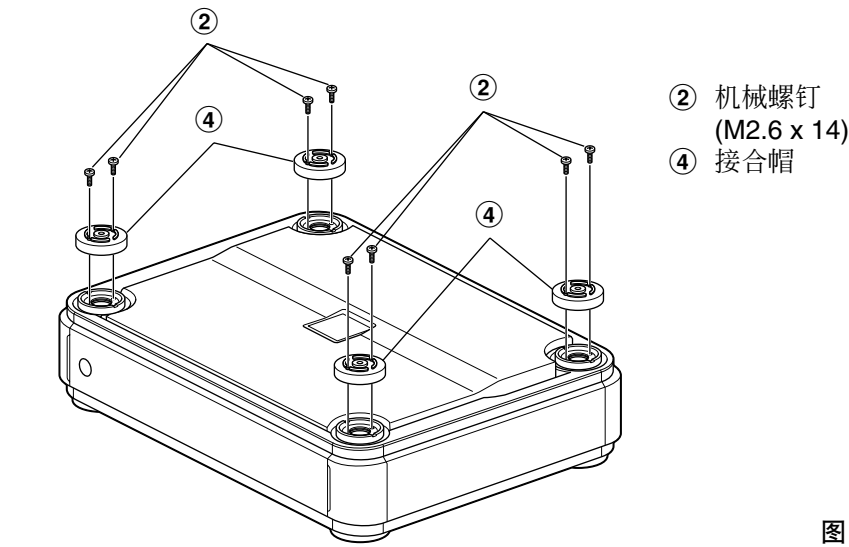

图 3
2. 用两个机械螺钉（M2.6 x 14，附带）将四个接合帽安装在第一装置的四个角。请参考图 3。